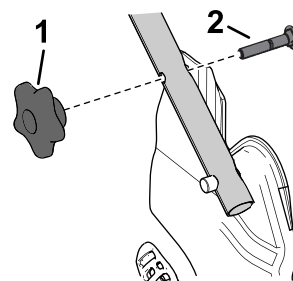

Figure 23
1. Retirez et conservez les 2 boutons et les 2 boulons de carrosserie du support du guidon (Figure 23).